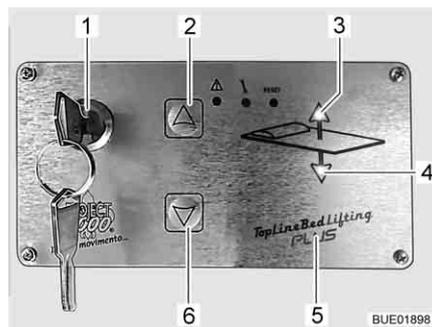

Fig. 105 Elemento di regolazione
È possibile abbassare o alzare il letto basculante tramite i tasti (Fig. 105,2 e 6) presenti sull'elemento di regolazione (Fig. 105,5). L'elemento di regolazione viene bloccato tramite l'interruttore a chiave (Fig. 105,1) per evitarne l'utilizzo accidentale.
- Ruotare la chiave dell'interruttore a chiave (Fig. 105,1) di 90° in senso orario. L'elemento di regolazione (Fig. 105,5) è attivato. Le due spie di controllo (Fig. 105,3 e 4) diventano verdi.
- Premere il tasto freccia (Fig. 105,6) e tenerlo premuto finché il letto raggiunge la prima posizione programmata più in basso. Durante il movimento del letto, la spia di controllo verde (Fig. 105,4) si accende.
- Se necessario, premere di nuovo il tasto freccia (Fig. 105,6) per raggiungere la posizione successiva.
- ▷ Per evitare comandi errati involontari, la chiave può essere sfilata dall'interruttore a chiave (Fig. 105,1). A tale scopo, ruotare indietro la chiave in senso antiorario.
- Premere il tasto freccia (Fig. 105,2) e tenerlo premuto finché il letto raggiunge la prima posizione programmata più in alto. Durante il movimento del letto, la spia di controllo verde (Fig. 105,3) si accende.
- Se necessario, premere di nuovo il tasto freccia (Fig. 105,2) per raggiungere la posizione successiva.